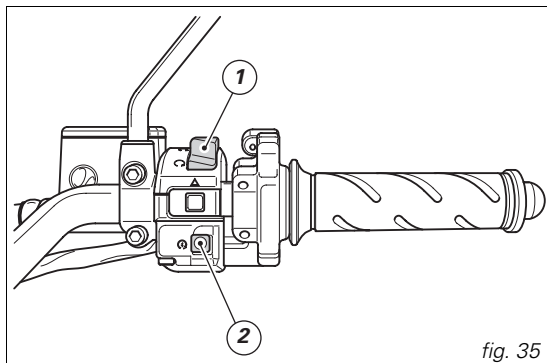

fig. 35
- 2) Assurez-vous que le commutateur d'arrêt (1, fig. 35) est en position  (**RUN**), puis appuyez sur le bouton de démarrage (2).